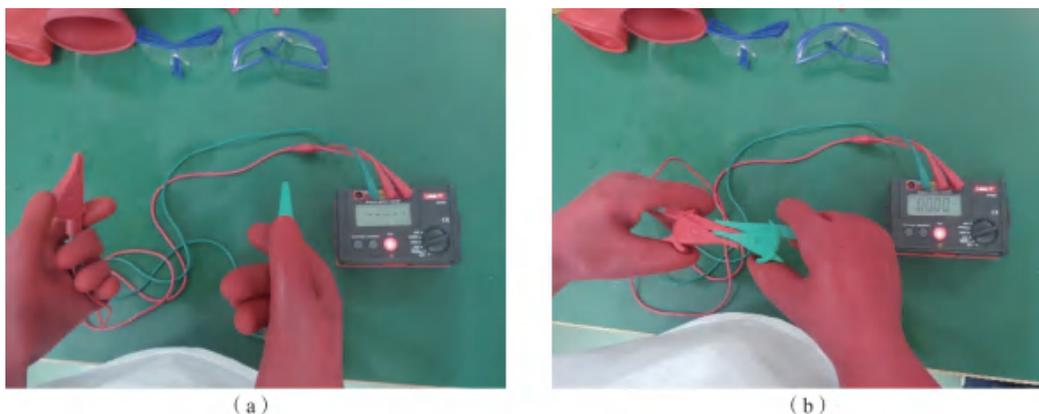

图 3.4-7 开路与短路测试
(1) 在测试端口处连接测量导线；
(2) 校表, 测量前对接地电阻测试仪进行开路与短路测试, 如图 3.4-7 所示。检验接地电阻测试仪是否良好, 将两连接线开路, 按下 TEST 键, 显示屏应显示 “— — — — —” 表示 “ ∞ ”, 再把两连接线短接一下, 应显示在 “0”。符合上述条件者即良好, 否则不能使用;